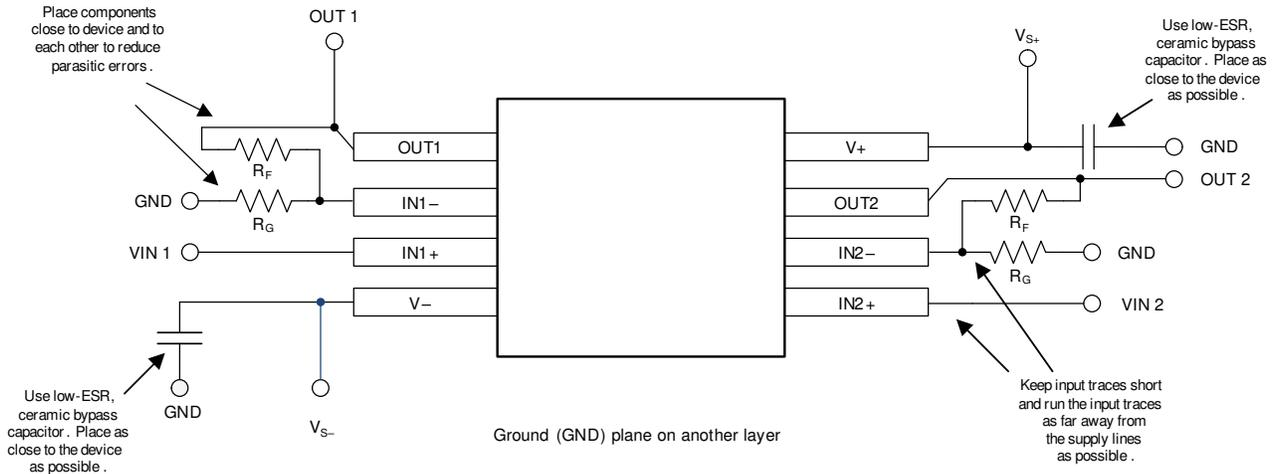

図 10-10. レイアウト例
- 外付け部品は、可能な限りデバイスに近く配置します。図 10-10 に示すように、R_F と R_G を反転入力に近くに配置すると、反転入力に寄生容量が最小化されます。